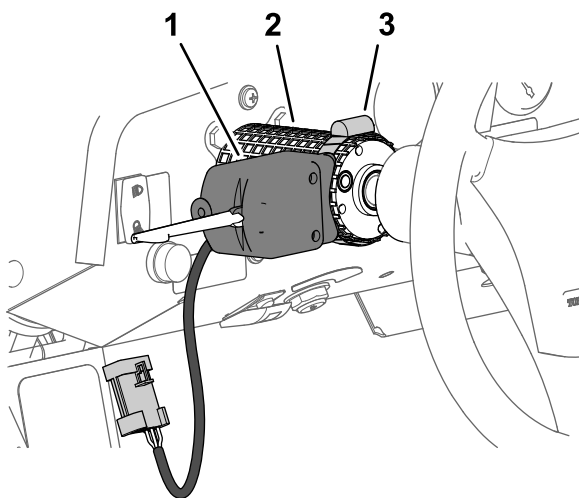

Figura 34
1. Monte el mando de los intermitentes en la válvula de dirección con la abrazadera, según se muestra en Figura 34, y apriete la abrazadera a mano.